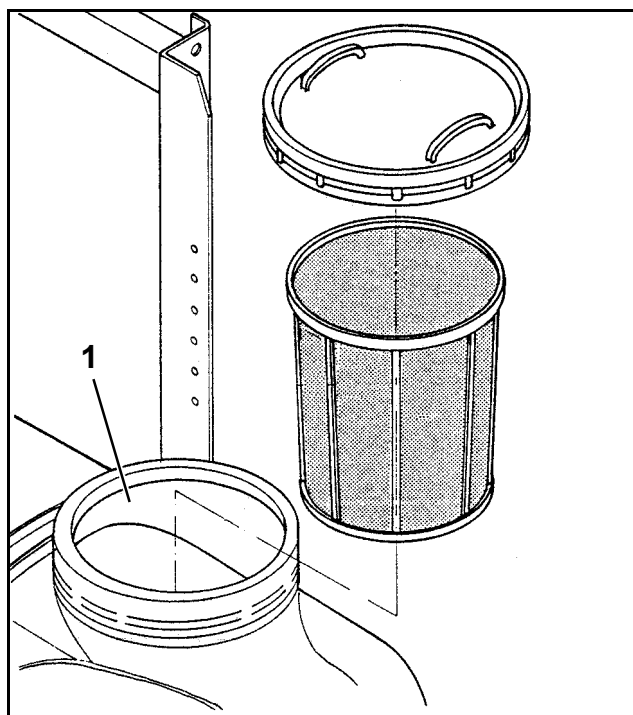

Рис. 31
- Загрузите через заправочное отверстие рассчитанное, вымеренное и необходимое для загрузки бака, количество препарата или мочевины в бак для рабочего раствора (Рис. 31/1).